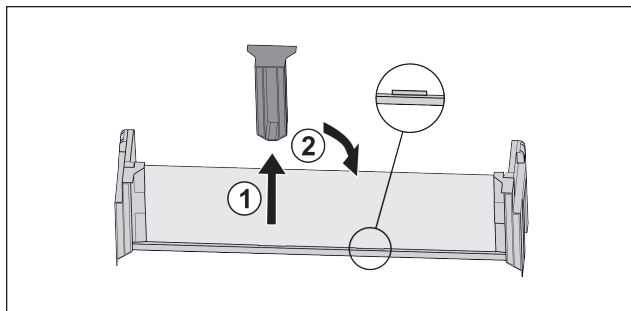

Fig. 21
- ▶ 拉出中间的定位件 Fig. 21 (1)。
- ▶ 将中间的定位件插入第二个位置 Fig. 21 (2)。